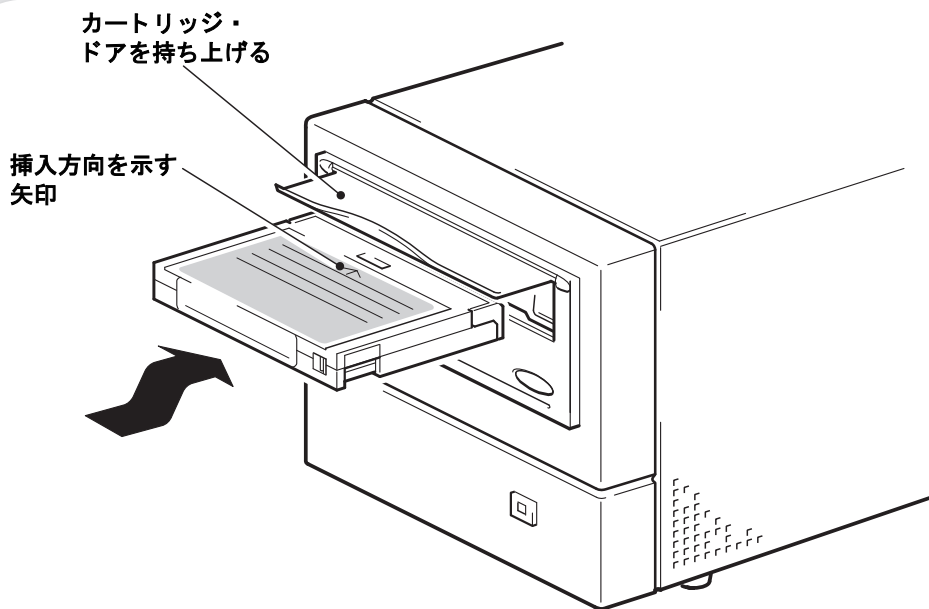

図 7a: カートリッジのロード
- 1 テープ・ドライブの前面にあるカートリッジのふたを上げ、白い矢印がついている面が上に来るようにカートリッジを持ち、ドライブの前面にあるスロットに矢印の方向に挿入します。カートリッジがロードされ始めるまで、静かに押し込みます。(図 7a を参照)。